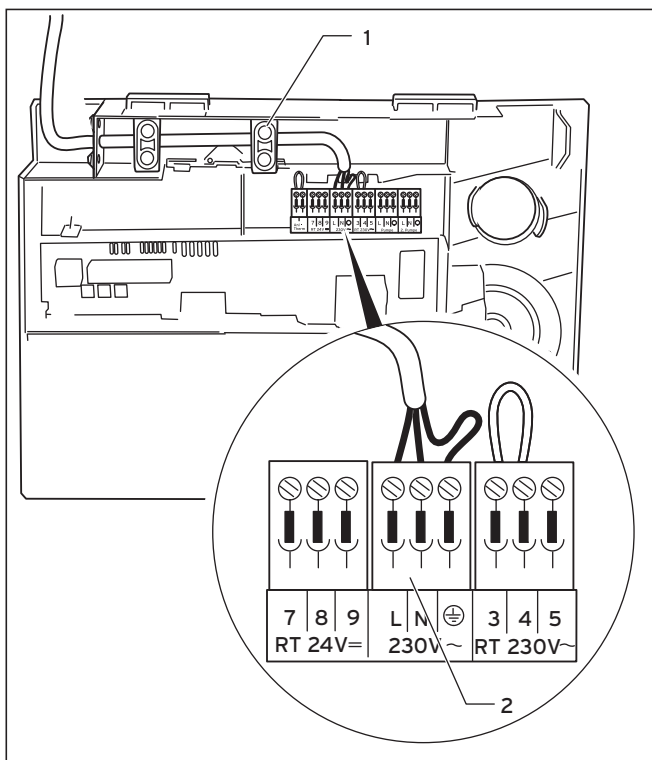

Fig. 5.6 Raccordement du câble secteur
- Bloquez tous les câbles à l'aide des décharges de traction (1, fig. 5.6).
- Posez le câble secteur au niveau du raccord du boîtier de commande, comme illustré sur la Figure 5.6.
- Bloquez les câbles avec le serre-câble (1).
- Enfichez le câble secteur au niveau des bornes prévues à cet effet (⊕, N et L du système ProE (2)).
- Bloquez tous les câbles à l'aide de la décharge de traction (1, fig. 5.6).